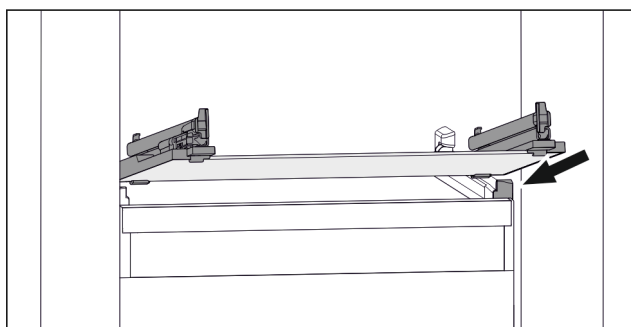

Fig. 48 Simbolična slika steklene plošče
- ▶ Steklo ploščo postavite v poševnem položaju za zaustavljalniki. (glejte Fig. 48)